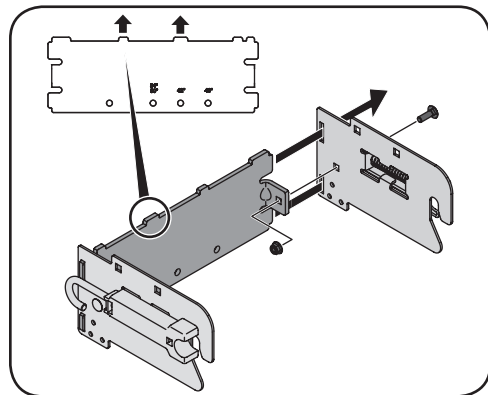

Figura 1-1
1. Inserte los extremos del soporte posterior a través de las estrechas ranuras de la parte posterior de cada soporte lateral. Vea la Figura 1-1.
2. Asegure las lengüetas dobladas del soporte posterior a los soportes laterales con un tornillo de carro (Ref. nº7) y tuerca de seguridad de nylon (Ref. nº9). Vea la Figura 1-1.
NOTA: Los pestillos de los soportes laterales deben colocarse con la abertura hacia abajo del lado exterior del soporte y las lengüetas del soporte posterior deben estar hacia arriba. Vea el recuadro de la Figura 1-1.